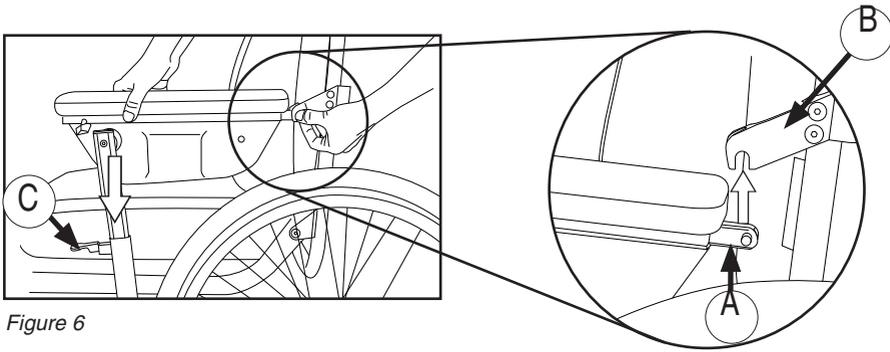

Figure 6
- Montez l'accoudoir, comme illustré à la figure 6. Si la broche (6A) n'est pas correctement verrouillée, avancez ou reculez la fixation arrière de l'accoudoir (6B) jusqu'à ce que la broche se verrouille.